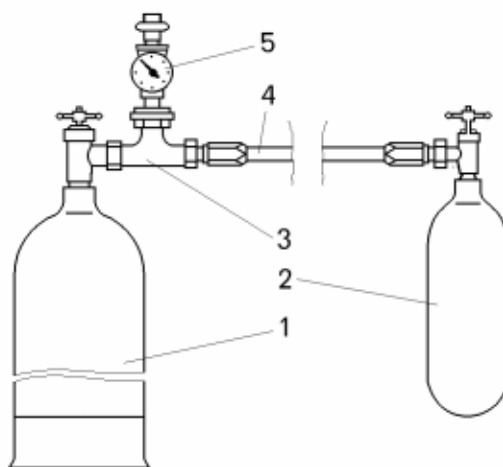

Рисунок 18.2 – Схема зарядки баллона системы пожаротушения от транспортного баллона:
- присоединить баллон через газопровод 4 (рисунок 18.2) к тройнику 3, а тройник к транспортному баллону 1;